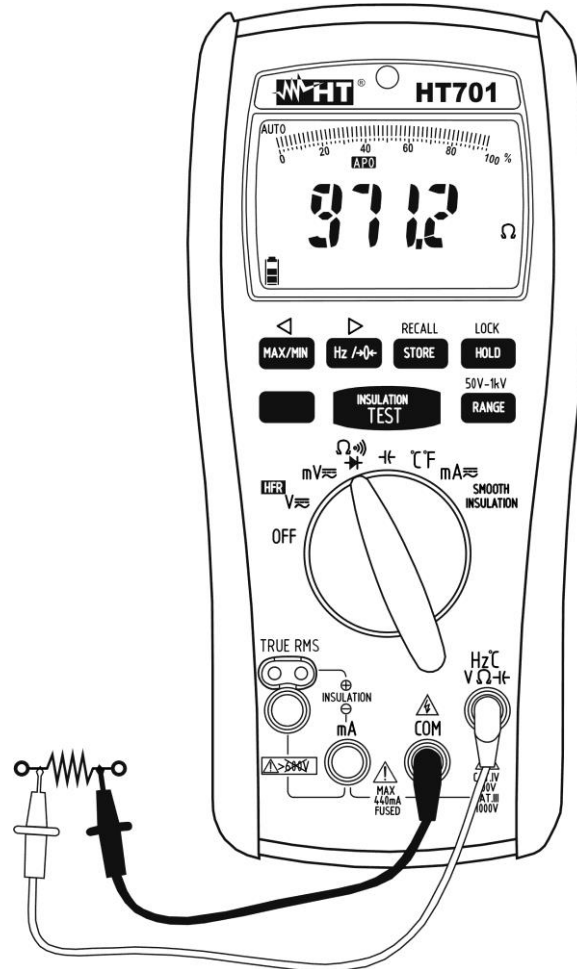

Abb. 6: Verwendung des Gerätes für Widerstandsmessung und Durchgangsprüfung
3. Verbinden Sie die rote Messleitung mit der **Hz°CvΩHf** Eingangsbuchse, und die schwarze Messleitung mit der **COM** Eingangsbuchse (siehe Abb. 6)